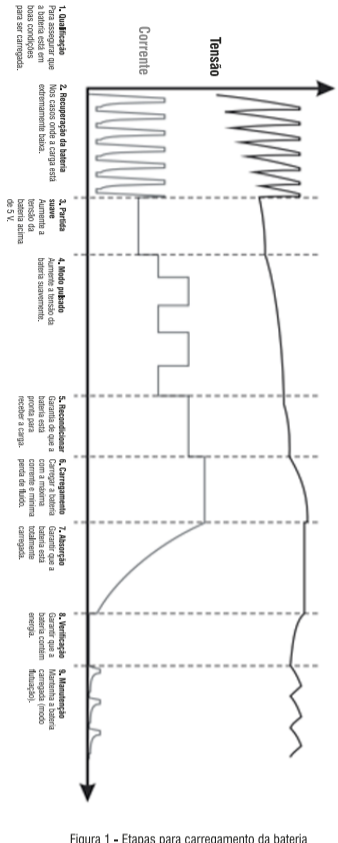

Figura 1 - Etapas para carregamento da bateria
• Sistema com microprocessador que divide o carregamento da bateria em 9 etapas (Figura 1). Estas etapas garantem uma melhor qualidade no carregamento da bateria, assegurando, desta forma, uma maior vida útil.